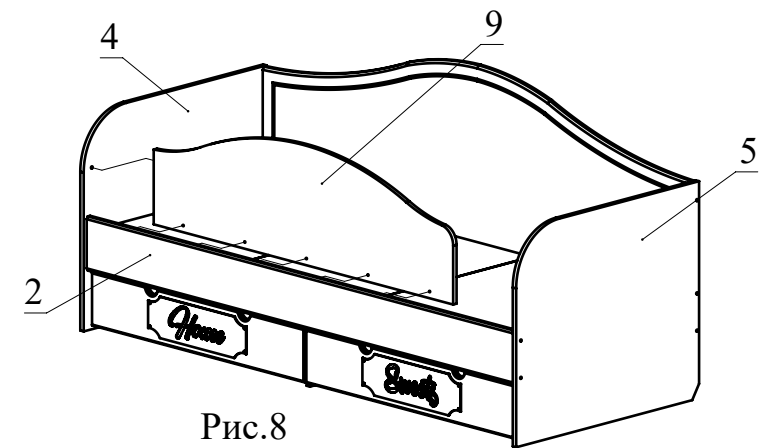

Рис.8
9. При необходимости установите бортик. Для этого вставьте шкант в торцевое отверстие детали 90. Соедините деталь 9 с деталью 4 или 5 и прикрепите ее к детали 2 шурупами 4x30 мм. В неиспользуемые отверстия под шкант в деталях 5 или 6 вставьте заглушку-пробку d8 (Рис. 8).